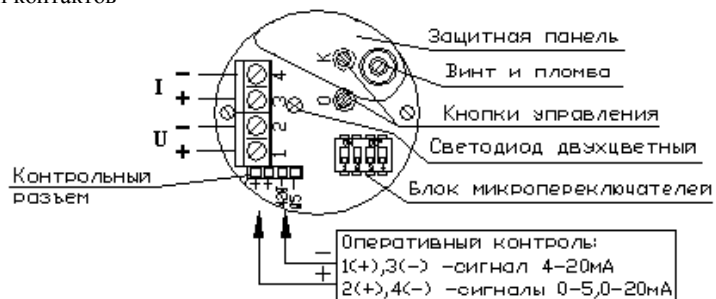

Рисунок 3 – Схема монтажной платы с элементами регулировок датчиков моделей 8XX1÷8XX7
**4.1.1** С датчиком при помощи блока микропереключателей, кнопок управления, разъема оперативного контроля и двухцветного светодиода (рисунок 3) можно работать в следующих режимах:
Датчик может перестраиваться на любой из указанных в прилагаемом паспорте «диапазон» измерений путем установки переключателей в соответствующее положение (рисунок 3 и таблица 1). После перестройки рекомендуется произвести проверку и калибровку «нуля» и «диапазона», а также метрологическую поверку.
- в) нажать и удерживать кнопку «К» (рисунок 3) до начала прерывистого свечения красного индикатора. Датчик перейдет в режим настройки времени установления выходного сигнала;
- д) нажать и удерживать кнопку «0» или «К» (таблица 3 и рисунок 3) до начала попеременного свечения красного и зеленого светодиода;
- б) нажать и удерживать кнопку «К» (рисунок 3) до начала прерывистого свечения красного светодиода. Датчик перейдет в режим настройки конечного значения выходного сигнала. На выходе датчика установится сигнал соответствующий верхнему конечному значению для текущего сигнала. Периодически загорается светодиод красного цвета;
- перевести микропереключатели (рисунок 3) в положение по таблице 1, соответствующее 5 пределу;